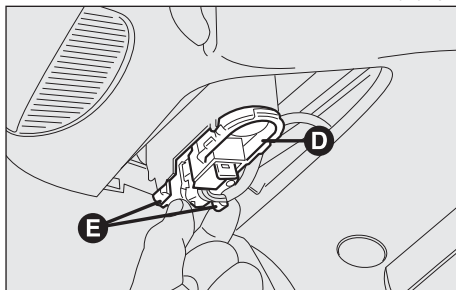

fig. 49
– Estrarre il gruppo portalampade (**D-fig. 49**) premendo sulle alette di ritegno (**E-fig. 49**).
– Reinscrivere il gruppo portalampade incastrando correttamente le alette di ritegno (**E-fig. 49**).